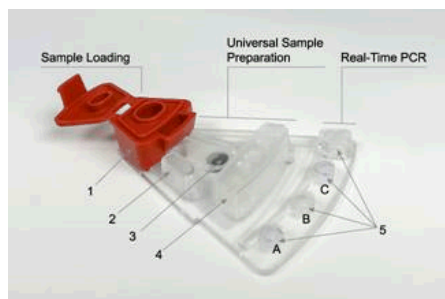

Abbildung 1. Draufsicht auf eine PIE
Revogene automatisiert die PrC-Homogenisierung, Verdünnung, Lyse, DNA-Amplifikation und den Nachweis der amplifizierten PCR-Produkte. Ein Anwendereingriff ist nur erforderlich, um den Probenpuffer aus dem Probenpufferröhrchen (SBT) in die PIE zu übertragen und die PIE in die Revogene-Zentrifuge einzusetzen. Jede Revogene Check-PIE ist eine vollständig integrierte und geschlossene Vorrichtung, in der der Probenpuffer über verschiedene Mikrofluidkammern und Kanäle verteilt und verarbeitet wird, wodurch eine PrC-Verarbeitung (d. h. Homogenisierung, Verdünnung und Lyse) und nachfolgende Echtzeit-PCR-Schritte möglich sind (**Abbildung 1**). Der Probenpuffer wird durch Zentrifugation aus einer Kammer der Reihe nach in die nächste Kammer übertragen.
6. Geben Sie den SB vollständig in die Kammer zur Probenladung der PIE (**Abbildung 1**). Berühren Sie mit dem DTT nicht die Außenkanten oder den Boden der Kammer zur Probenladung.